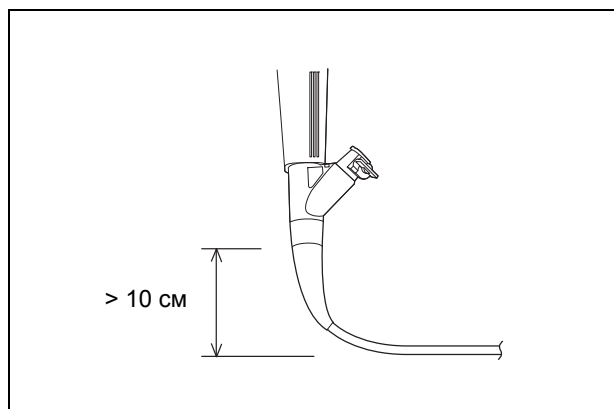

Рис. 4.2
- Не допускайте сгибания вводимой части на расстоянии 10 см или менее от места прикрепления ограничителя. Это может привести к повреждению вводимой части (см. Рис. 4.2).